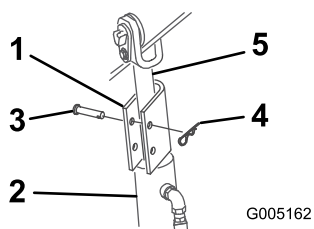

Figura 25
4. Poziționăm un element de blocare peste fiecare tijă de cilindru de ridicare (Figura 25).
5. Fixăm fiecare element de blocare cilindru cu un tift cu cap și gaură pentru cui spintecat și un cui spintecat (Figura 25).